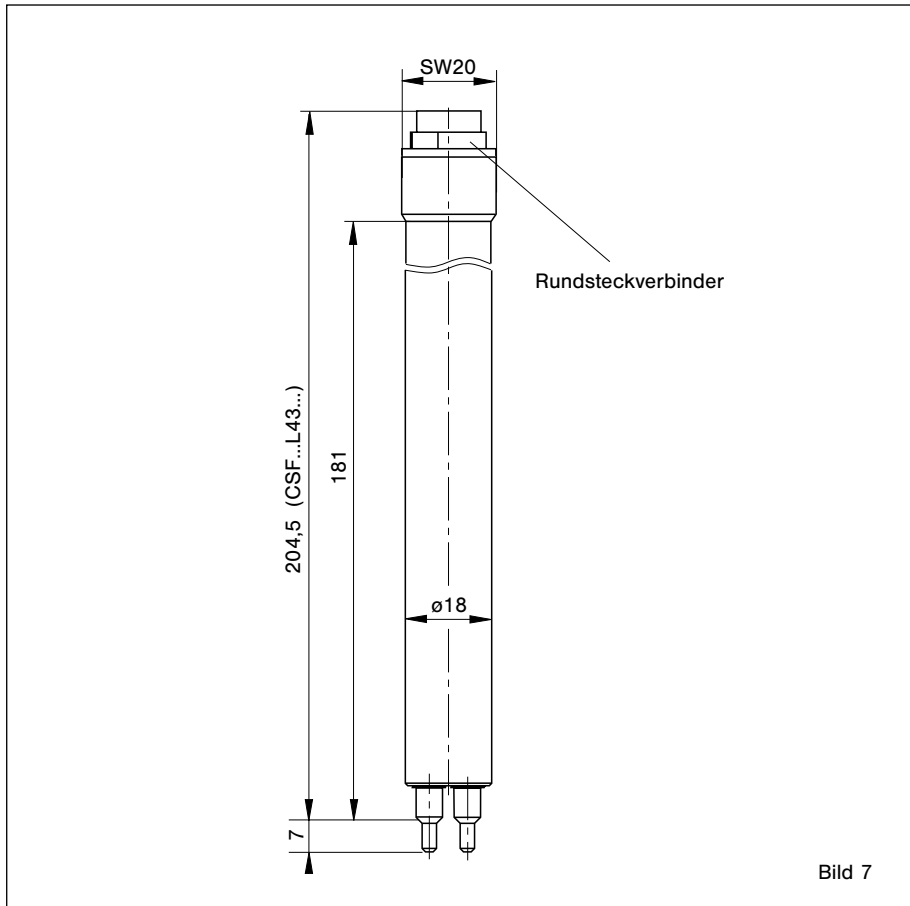

Bild 7
Die beiden Messfühler (M) (Bild 7) müssen im eingebauten Zustand nebeneinander im Strömungsmedium liegen. Dies ist der Fall, wenn die Schlüsselansatzflächen parallel zur Rohrleitung (Strömungsrichtung) stehen.